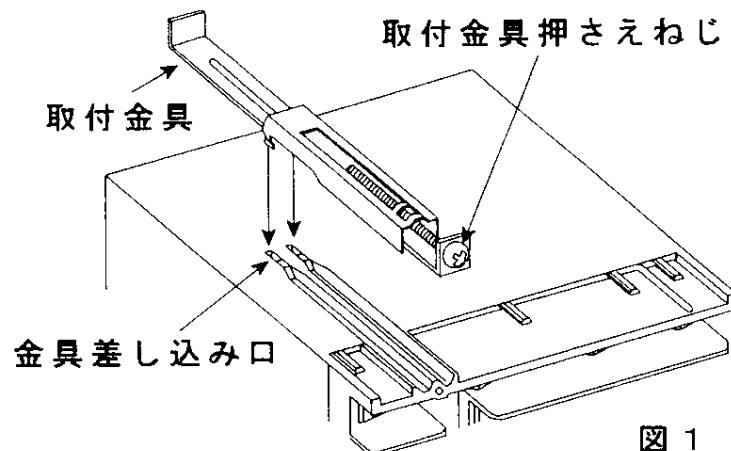

図1
- ①パネルカット寸法を参照して、パネルに取り付ける台数分の角穴をあけます。
- ②本計器をパネル前面から挿入します。
- ③金具差し込み口に金具を入れます。(図1)
- ④取付金具押さえねじを取付金具のうしろからプラスドライバーで締め付けます。